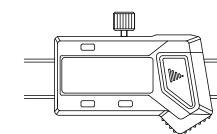

Fig.3
- Instalação da tampa da bateria (Fig.3)